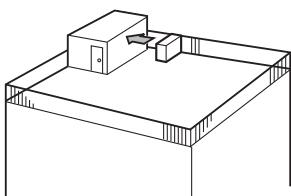

Fig. 2-3
- Richt de luchteinlaat naar de dichtstbijzijnde muur, op ongeveer 50 cm van de muur. (Fig. 2-3)